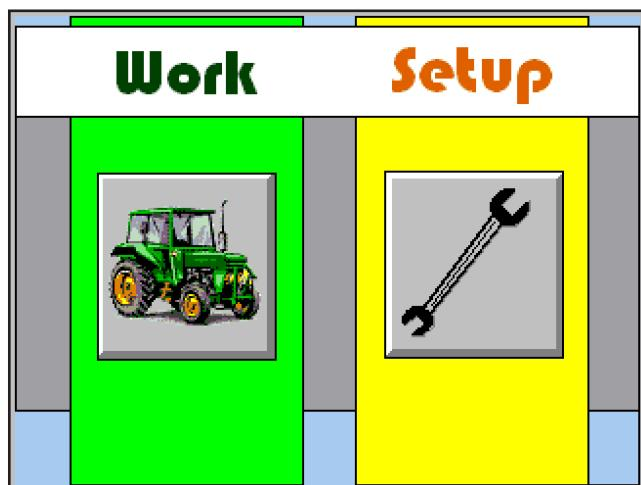

Fig. 2
- E)** Regresa al menú de selección de la modalidad (Fig. 2).